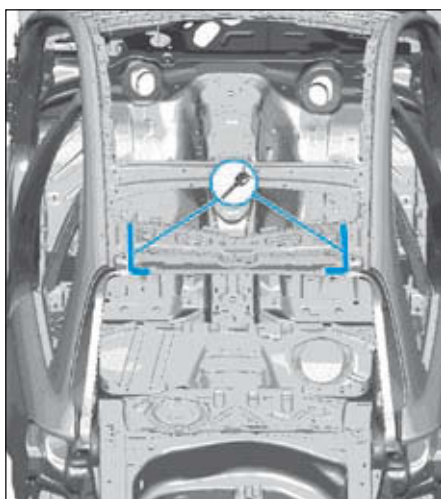
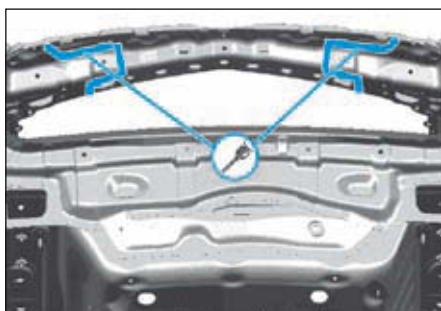

FIG.103
FIG.104
- Détacher l'assemblage d'origine (Fig.103) et (Fig.104).